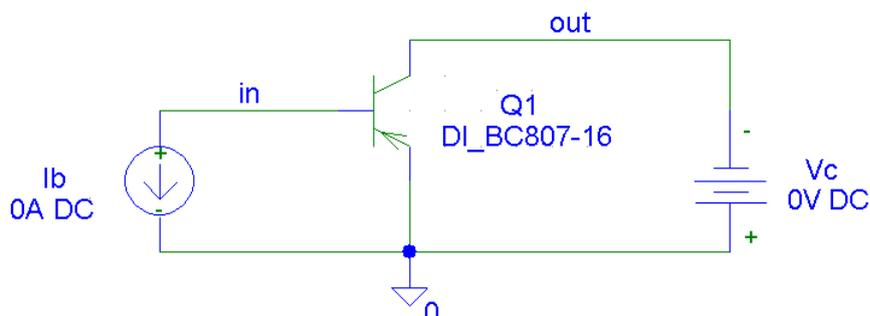

Рисунок 4.14 – Схема измерений выходных статических характеристик БТ
4.5.1 Собрать схему измерений выходных статических характеристик БТ (рис. 4.14).